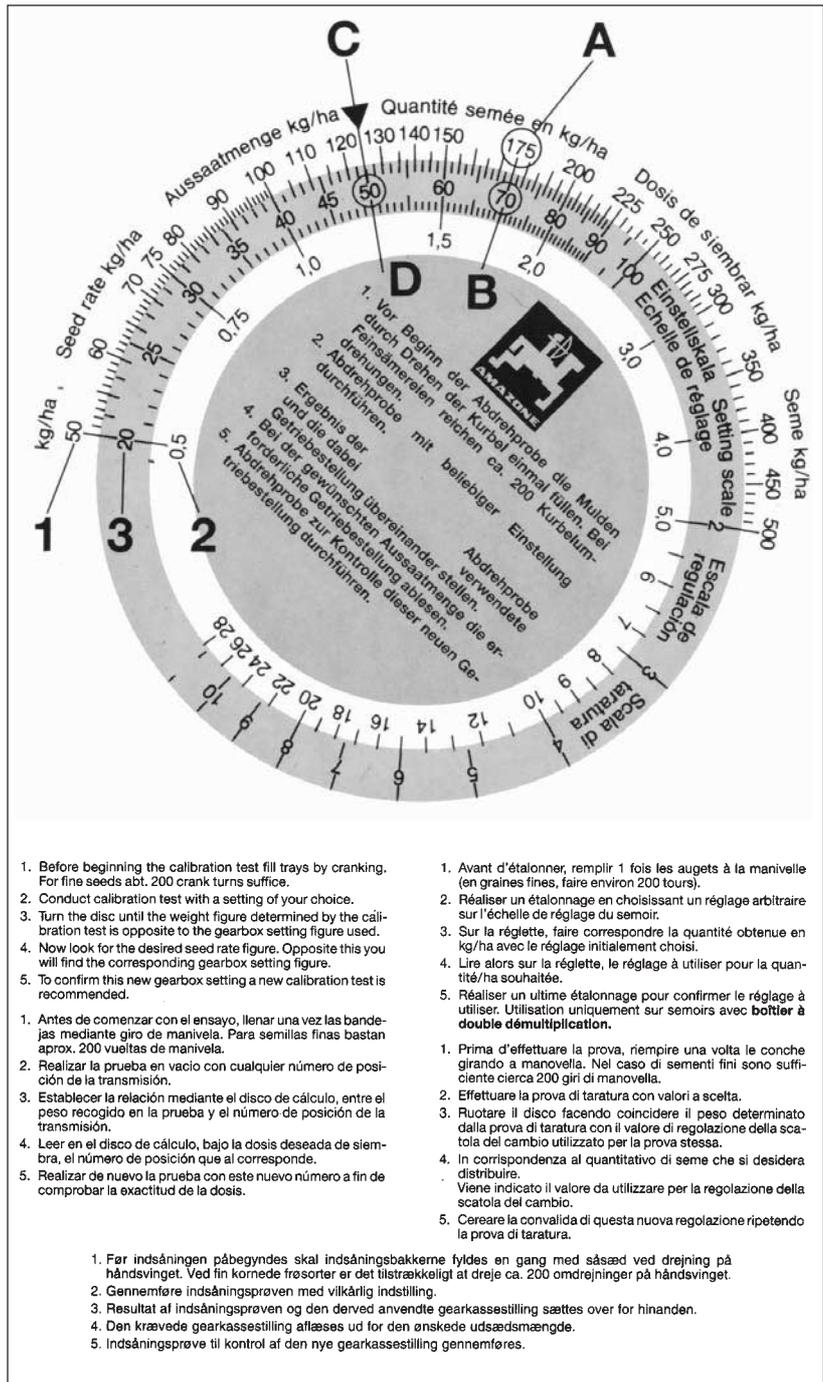

Fig. 21.12
Die Rechenscheibe besteht aus drei Skalen: einer äußeren weißen Skala (Fig. 21.12/1) für alle Aussaatmengen über 30 kg/ha und einer inneren weißen Skala (Fig. 21.12/2) für alle Aussaatmengen unter 30 kg/ha. Auf der mittleren, farbigen Skala (Fig. 21.12/3) sind die Getriebestellungen von „1 bis 100“ angegeben.
- Die Aussaatmenge 175 kg/ha (Fig. 21.12/A) und die Getriebestellung „70“ (Fig. 21.12/B) auf der Rechenscheibe übereinander stellen.
- Lesen Sie nun auf der Rechenscheibe die Getriebestellung für die gewünschte Aussaatmenge von 125 kg/ha ab (Fig. 21.12/C). In unserem Beispiel ist das die Getriebestellung „50“ (Fig. 21.12/D).